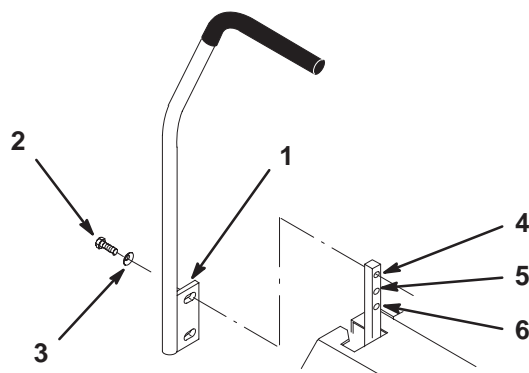

Bild 4
1. Entfernen Sie die 4 Schrauben (3/8 x 1") und 4 Federscheiben (3/8"), die die Fahrschalthebel zum Transport an den Schalthebelarmen befestigen (Bild 4).
2. Halten Sie die Hebel (mit der Befestigungsplatte nach hinten) außen an den Schalthebelarm, und sichern Sie sie mit 4 Schrauben (3/8" x 1") und 4 Federscheiben (3/8") (Bild 4).
4. Richten Sie die vordere/hintere Hebelarmposition so aneinander aus, dass sich der Hebelarm in der neutralen Stellung befindet. Lockern Sie die Befestigungsteile und stellen Sie sie korrekt ein. Schieben/Kippen Sie dazu den/die Hebelarm(e) nach vorne oder hinten, bis sie korrekt ausgerichtet sind (Bild 4).